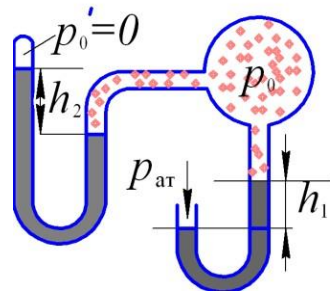

Рисунок 1.27
**Задача 24** (рис. 1.27). К закрытому баллону присоединены два U-образных жидкостных манометра. Определить высоту столба ртути в закрытой сверху трубке  $h_2$ , если в открытой трубке высота составляет  $h_1$ . Удельный вес ртути принять равным  $\gamma_{\text{рт}} = 133,4 \text{ кН/м}^3$ . Исходные данные к задаче приведены в табл. 24.